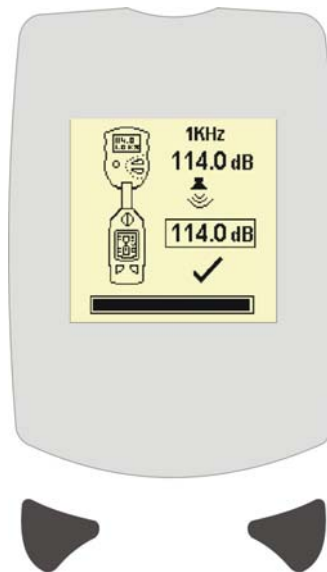

Abbildung 6 Kalibrierung beendet-Anzeige
5. Drücken Sie die linke Taste (A) ✓, um zu kalibrieren bzw. drücken Sie die rechte Taste (B) X, um den Betrieb zu verlassen. Wenn die Kalibrierung erfolgt ist, erscheint die Kalibrierung beendet-Anzeige (siehe Abbildung 6).